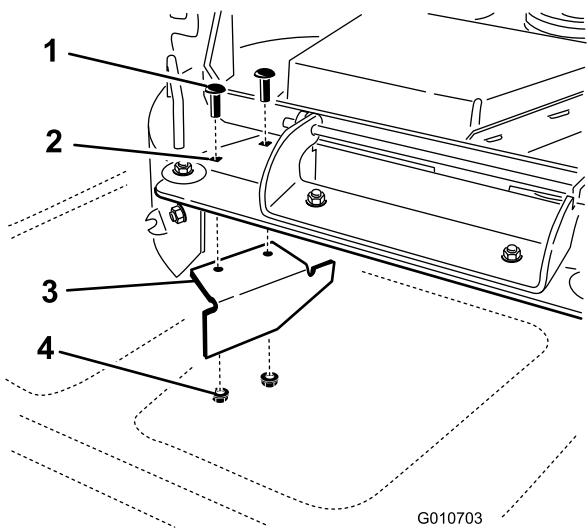

Figura 35
13. Nel sacchetto delle parti sciolte, individuate i deflettore di chiusura. Rimuovete gli elementi di fissaggio dai fori posteriori della piastra di scarico. Montate il deflettore nell'apertura di scarico laterale sul piatto di taglio (Figura 35).